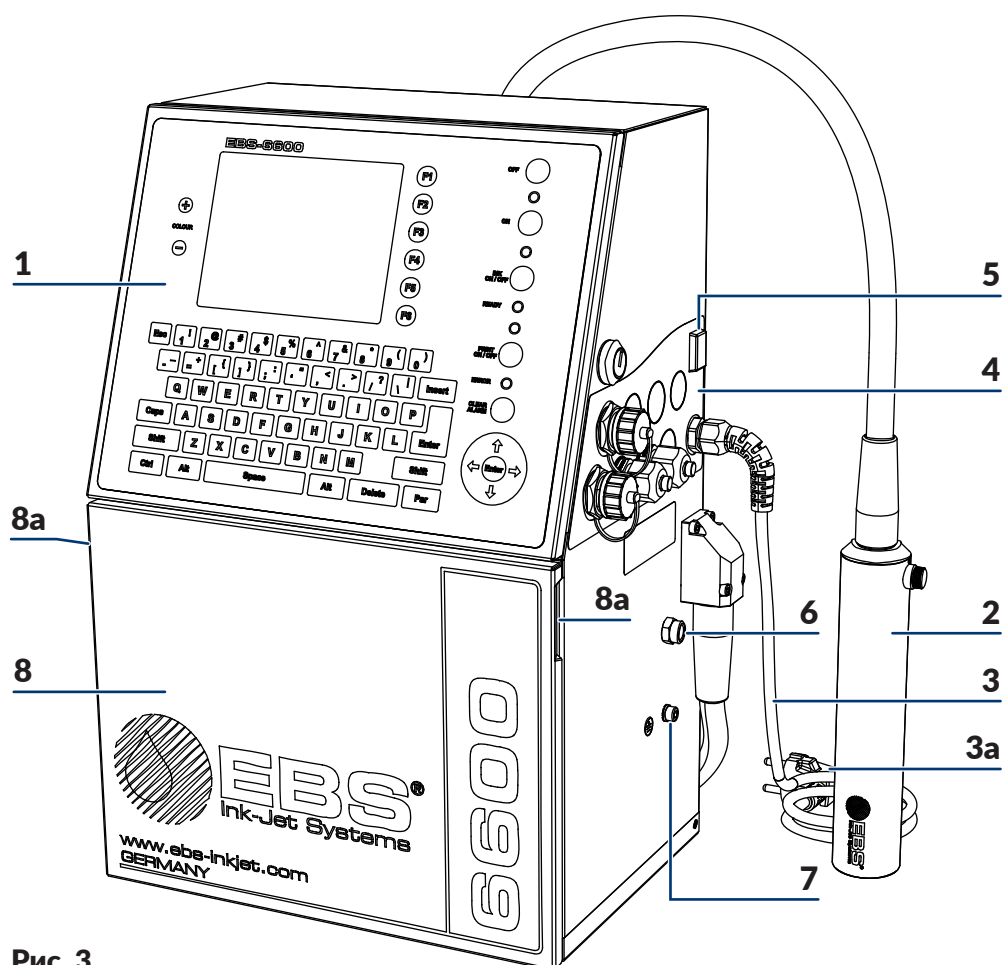

Рис. 3.
* - в зависимости от страны сетевая вилка **3a** может отличаться от представленной на рисунке **Рис. 3**